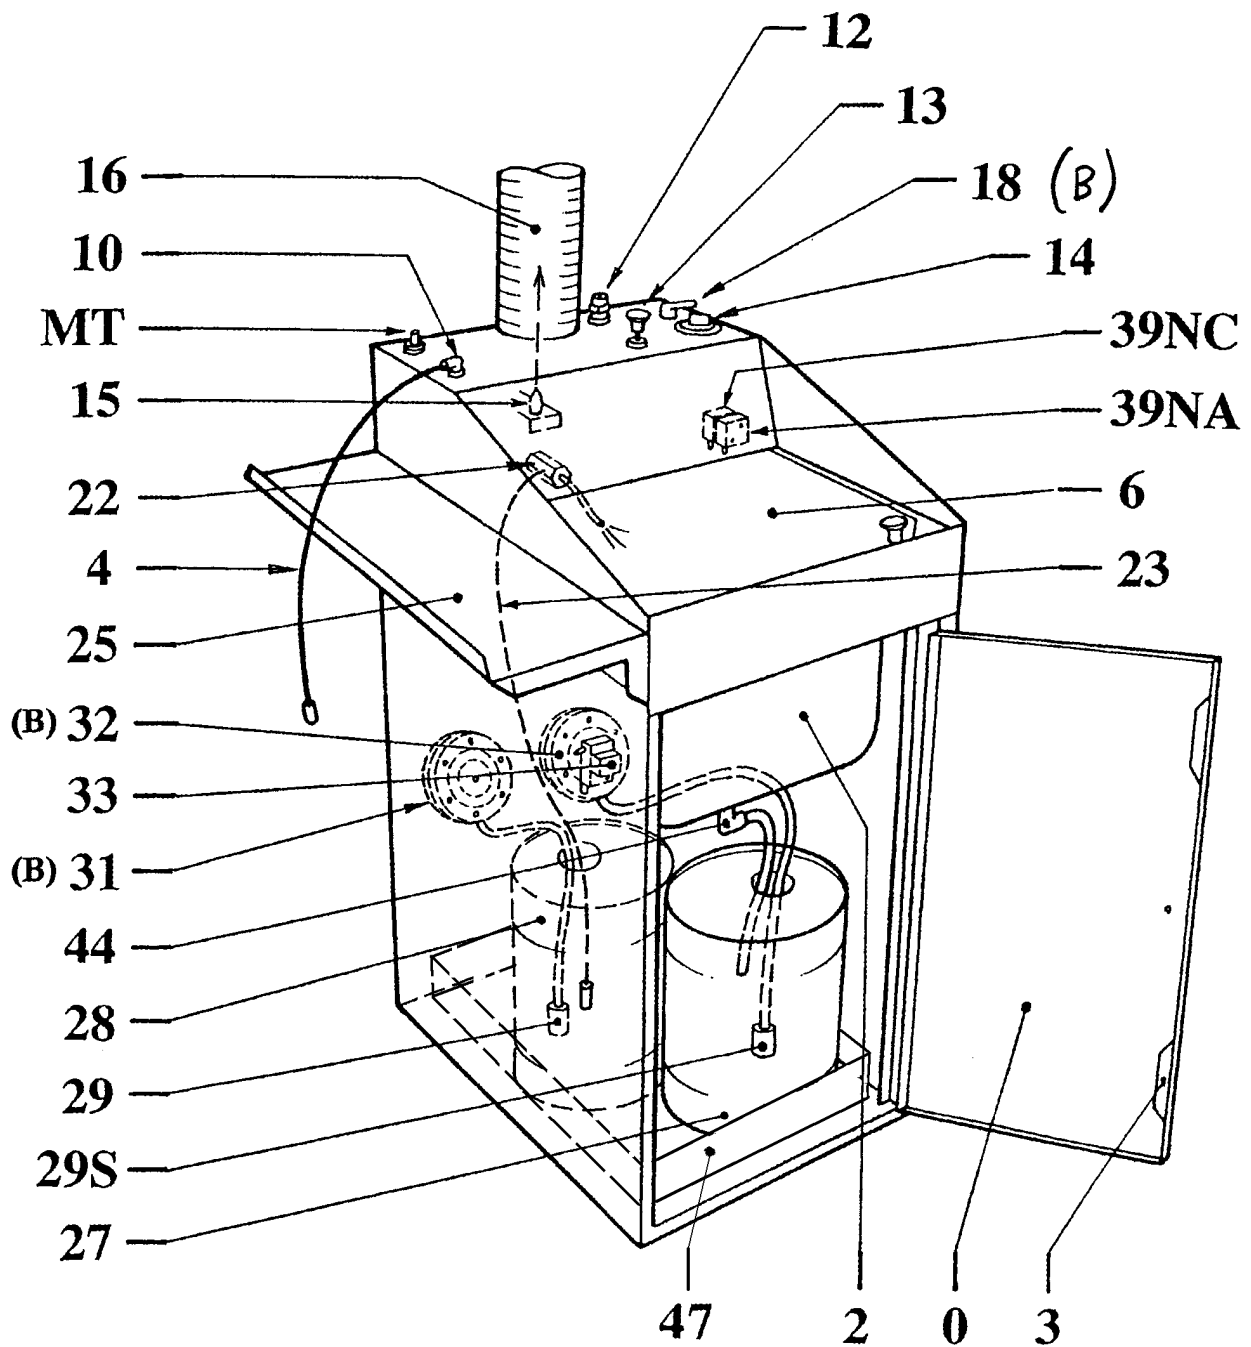

Figure 1
La **Machine à laver** est principalement constituée d'une cuve en acier zingué (Cf. figure 1) dans laquelle sont logées une machine à laver en acier inox (pos. 2 - fig. 1) munie d'un volet, de deux pompes pneumatiques (pos. 31 et 32 - fig.1), de tuyaux souples pour l'aspiration du détergent (pos. 23-29-29S-44 - fig.1) et de commandes situées sur le panneau avant supérieur.
Les fumées et les gaz qui se forment à l'intérieur de la machine sont automatiquement aspirés chaque fois que l'opérateur ouvre le volet de la machine à laver (pos.6 - fig.1).
Pendant le lavage automatique, le volet (pos. 6 - fig. 1) doit rester fermé. En cas d'ouverture inopinée du volet, une soupape de sûreté (pos.39NC fig.1) fait arrêter la pompe d'alimentation (pos. 31 et 32 - fig.1) de la machine à laver.
- l'intervention du nébuliseur (pos. 18 fig.1),
- la sélection du temps de lavage avec la Minuterie ( pos. 14 fig.1),
Les vapeurs de solvant vaporisés dans l'air à l'intérieur de la machine à laver, sont automatiquement aspirées à l'aide de la buse (pos. 15 fig.1) et enfin évacuées à l'extérieur par une cheminée cylindrique ( pos. 16 fig.1).
## SCHÉMA DU LAVEUR-PULVÉRISATEUR (Cf. figure 1 ):
- 8) Veiller à ce que les tuyaux soient bien introduits dans les récipients (cod.27 et 28 - fig.1).
- 9) Veiller à ne pas endommager les tuyaux sur les bords des récipients (cod.27 et 28 - fig.1).
- **Il est interdit** de débrancher et rebrancher fréquemment le tuyau d'alimentation en air au raccord (pos.12 fig.1).
- **Il est interdit** de faire fonctionner la pompe pneumatique à membrane (pos. 31-32 fig.1) s'il n'y a pas de diluant dans les récipients (pos. 27 et 28 fig.1).
- **Il est obligatoire** de relier le câble extérieur de la terre (pos. MT fig.1) à l'installation de l'atelier avant d'utiliser le **Machine à laver**.
- **Il est obligatoire**, avant d'utiliser le **Machine à laver**, de contrôler si les tuyaux de remplissage et de vidange du diluant (pos. 23-29-29S-44 fig.1) sont bien introduits dans leurs récipients respectifs. Veiller à ne pas les plier et contrôler qu'ils ne sont pas endommagés. Contrôler également que le tuyau de vidange (pos. 44 fig.1) est toujours bien en pente et que l'extrémité n'est pas immergée dans le diluant.
- **Il est obligatoire** de contrôler périodiquement le niveau du diluant dans les récipients (pos. 27 et 28 fig.1) pour éviter qu'il ne déborde.
- **Il est conseillé**, avant de commencer à travailler, de verser 8 litres de diluant dans le récipient (pos. 27 fig.1).
- **Il est conseillé**, si l'on envisage de ne pas utiliser **Machine à laver** pendant une longue période, de rincer l'intérieur de la machine à laver (pos. 2 fig.1) avec du diluant propre, d'actionner la pompe (pos. 32 fig.1) à partir de la minuterie (pos. 14 fig.1), de vider les deux récipients (pos. 27-28 fig.1) et de couper l'alimentation en air.